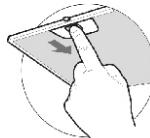

рис. 4
8.3 Для очистки алюминиевого фильтра извлеките его из вытяжки (рис. 4) и произведите его очистку с помощью щетки горячим водным раствором нейтрального моющего средства вручную или в посудомоечной машине (при 60°C). Сильно загрязненный фильтр не следует мыть в посудомоечной машине вместе с посудой. Страйтесь не сгибать фильтр при мойке.
- Перед установкой вытяжки снимите алюминиевый фильтр, для этого нажмите на пружинный замок на фильтре и потяните его вниз и на себя (рис. 4).